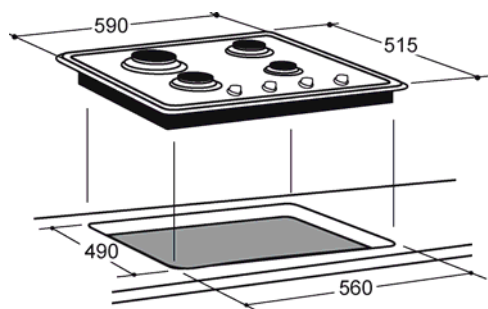

Fig. 4
1. Faça um recorte rectangular com 490 x 560 [mm] na bancada. As dimensões do recorte podem ser encontradas na Fig. 4.